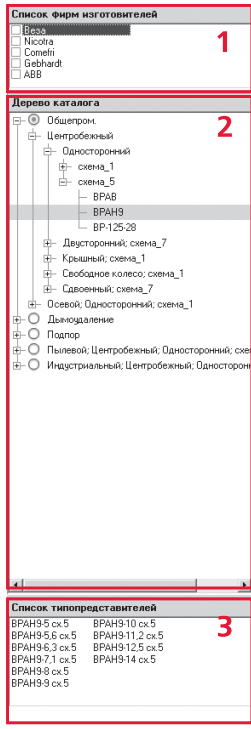

Рис. 2
2. Номенклатурная панель (рис. 2) состоит из трех элементов управления: 1 – список-фильтр фирм – производителей, 2 – дерево типов вентиляторов и 3 – список типопредставителей выбранного типа вентиляторов. Список-фильтр позволяет ограничить содержимое номенклатурной панели вентиляторами определенных фирм-производителей.